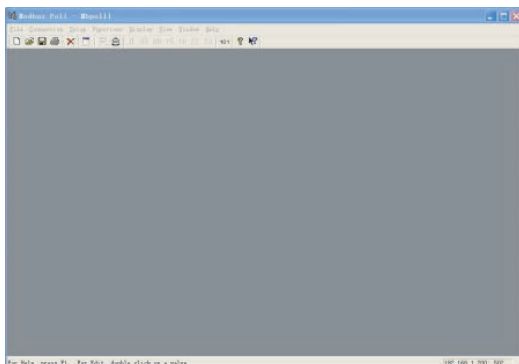

Рисунок 3.7
1) Выберите «Connection» -> «Connection» [Подключение] (см. Рисунок 3.7), затем в раскрывающемся списке выберите TCP/IP.